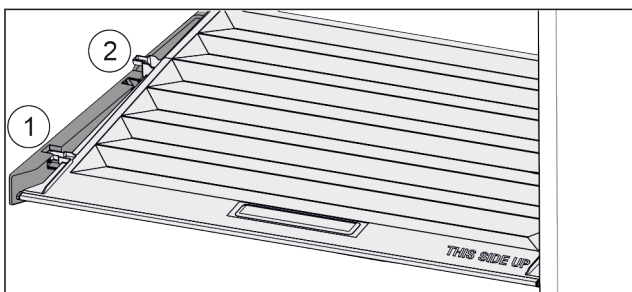

Fig. 83
- ▶ Trageți capacul în față Fig. 83 (1) până la orificiul din piesele suportului.
- ▶ Ridicați în spate de jos și scoateți Fig. 83 (2) în sus.